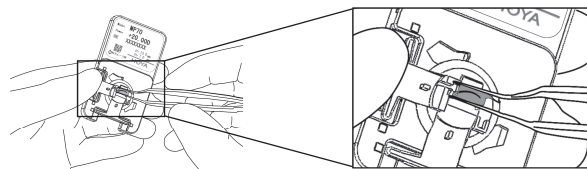

図8
7. タッキングされた前方ループが鑷子の先端側になるよう配置し、後方ループを挟み込むようにして眼内レンズをゆっくりと掴み、レンズケースから取り出す。このとき、鑷子はレンズケースに接するように平行に置き、レンズ全体を把持するようにする (図 8)。